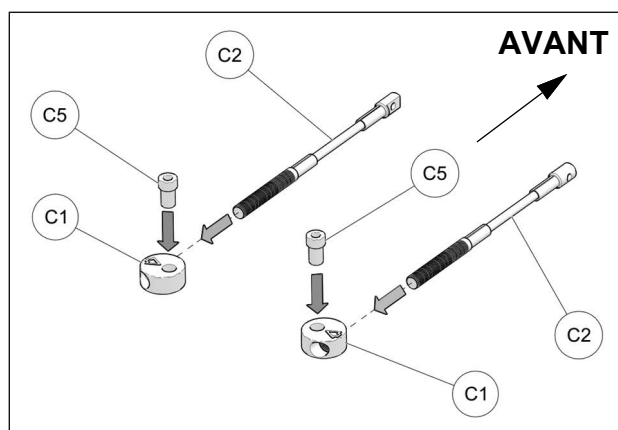

Fig. 26
12. Assembler les câbles des limiteurs de conduite (**C2**), les disques en aluminium (**C1**) et les bagues espaceurs (**C5**) tel que montré à la Fig. 26